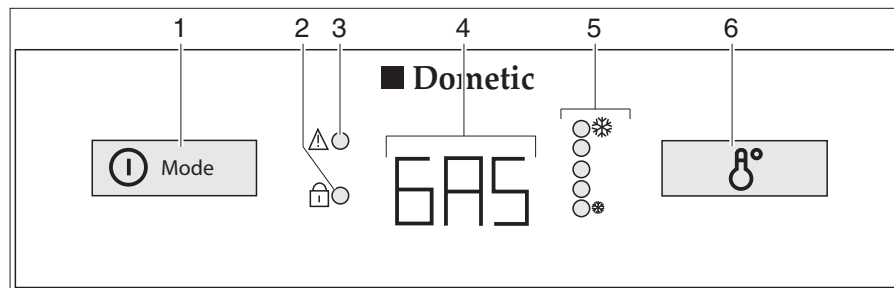

Fig. 216 Elementos de mando para el frigorífico (Dometic de la serie 8 con AES)
Con averías, parpadeará el visualizador LED avería "⚠" (Fig. 216,3).
Si **no** está conectada la alimentación de 230 V y el motor del vehículo está **desconectado**, el AES selecciona el suministro de gas. Al seleccionar el suministro de gas se abre automáticamente el seguro de encendido, de forma que puede fluir gas hacia el quemador. Simultáneamente se conecta el encendedor electrónico. Si se apaga la llama de gas, p. ej. debido a un golpe de viento, el encendedor se activa inmediatamente y enciende de nuevo el gas. Con una avería en el funcionamiento a gas, en el piloto (Fig. 216,4) parpadeará el texto "GAS".
Una vez conectado, el frigorífico selecciona automáticamente el ajuste medio del termostato. Este ajuste puede regularse posteriormente a mano con el conmutador para el ajuste de temperatura (Fig. 216,6). Los visualizadores LED (Fig. 216,5) indican el ajuste seleccionado del termostato. Con el interruptor se ajusta la temperatura de refrigeración para los tres tipos de energía. Pasan algunas horas hasta que el frigorífico alcanza la temperatura de servicio normal. Al conmutar el modo de funcionamiento se mantiene el ajuste del termostato. La temperatura de refrigeración se mantiene independientemente del tipo de energía.
- Pulsar el conector/selector de energía (Fig. 216,1) 2 segundos para conectar el aparato. Se visualiza el último modo de funcionamiento seleccionado en el piloto (Fig. 216,4).
- Seleccionar el tipo de energía con el conector/selector de energía (Fig. 216,1).
- La temperatura de refrigeración puede ser ajustada en el conmutador para el ajuste de temperatura (Fig. 216,6). Los visualizadores LED (Fig. 216,5) indican el ajuste seleccionado del termostato.
- Pulsar el conector/selector de energía (Fig. 216,1) 2 segundos. Todos los visualizadores se apagan.